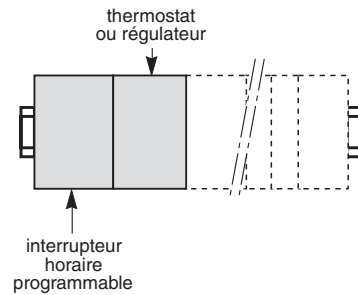

Fig. 3
- dans un coffret multi rangées, disposer les appareils selon l'exemple (fig. 3) :